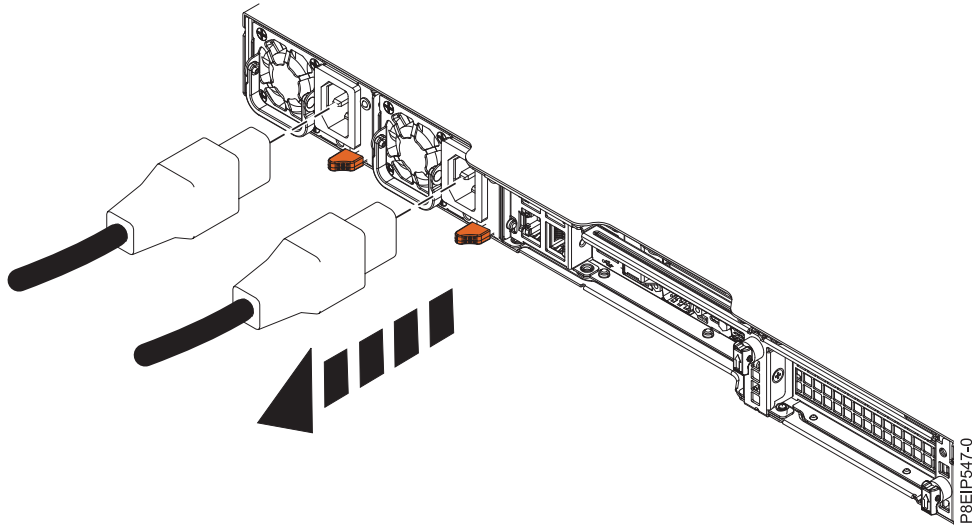

Figure 86. Retrait des cordons d'alimentation du système
2. Étiquetez et déconnectez les cordons d'alimentation du système comme indiqué dans la figure 86, à la page 89.